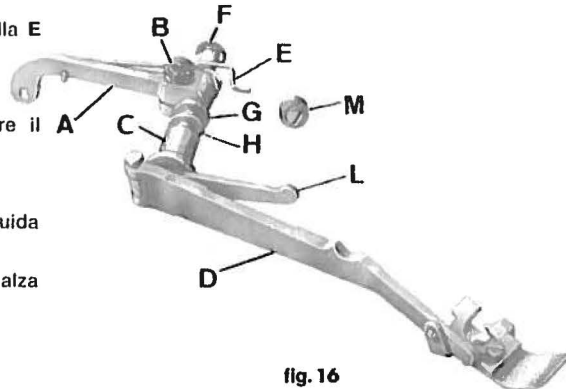

fig. 16
e) Bloccaggio e regolazione leva porta piedino (fig. 16)